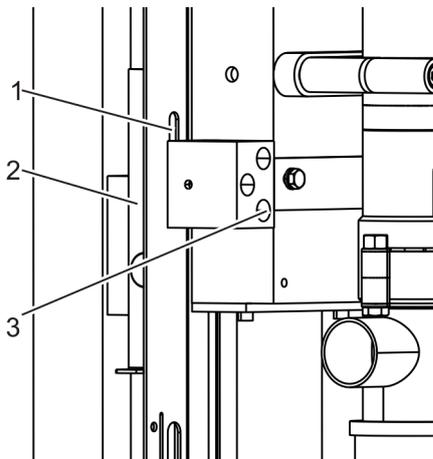

Abb. 42: Zählinitiator
- 4.** → Das Abdeckblech (Abb. 42/2) so lange verschieben, bis alle Zählerleistenlöcher (Abb. 42/1) oberhalb des Zählinitiators (Abb. 42/3) durch das Abdeckblech verdeckt sind.